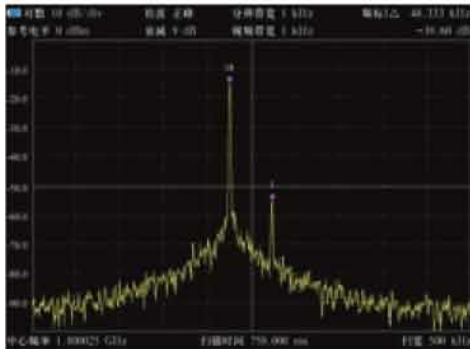

图4-6 1kHz 分辨带宽设置下的测试
- 按[分辨带宽 自动 手动]键,设置分辨带宽为手动,输入1kHz; 如图4-6所示。
- 按【MARKER】键, 一按[差值]键, 移动光标, 将光标移至次峰值, 可以读出这两个不等幅信号的频率差和幅度差; 如图4-6所示